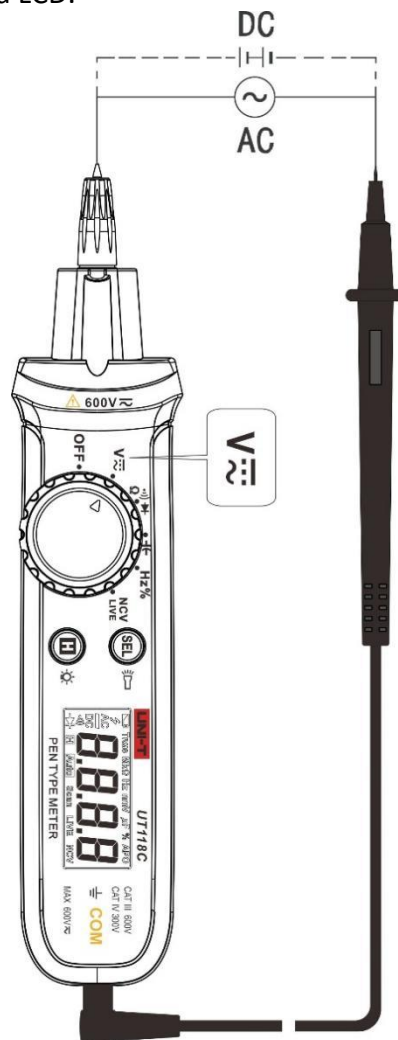

Figura 3
11.1 Medición de voltaje DC/AC (Figura 3)